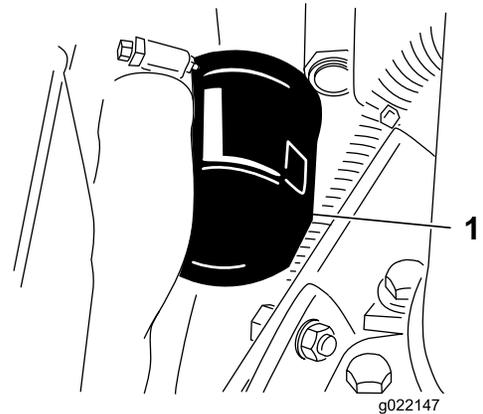

Figura 56
2. Retire o filtro do óleo (Figura 56).